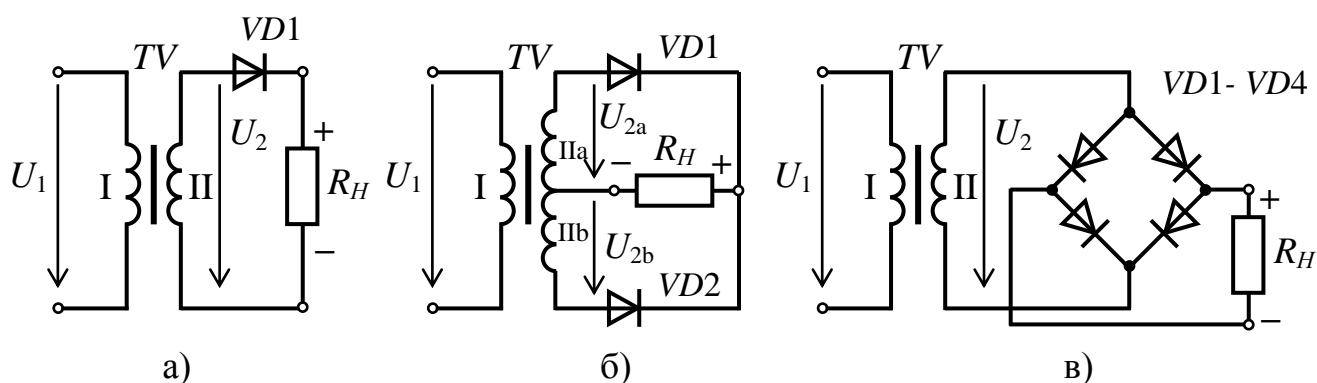

Рисунок 1 – Принципові електричні схеми однофазних випрямлячів
- 1.2 Скласти принципові електричні схеми однофазних випрямлячів: однофазного однопівперіодного (рис. 1, а); однофазного двопівперіодного з виводом середньої точки вторинної обмотки трансформатора (рис. 1, б); однофазного двопівперіодного мостового (рис. 1, в).